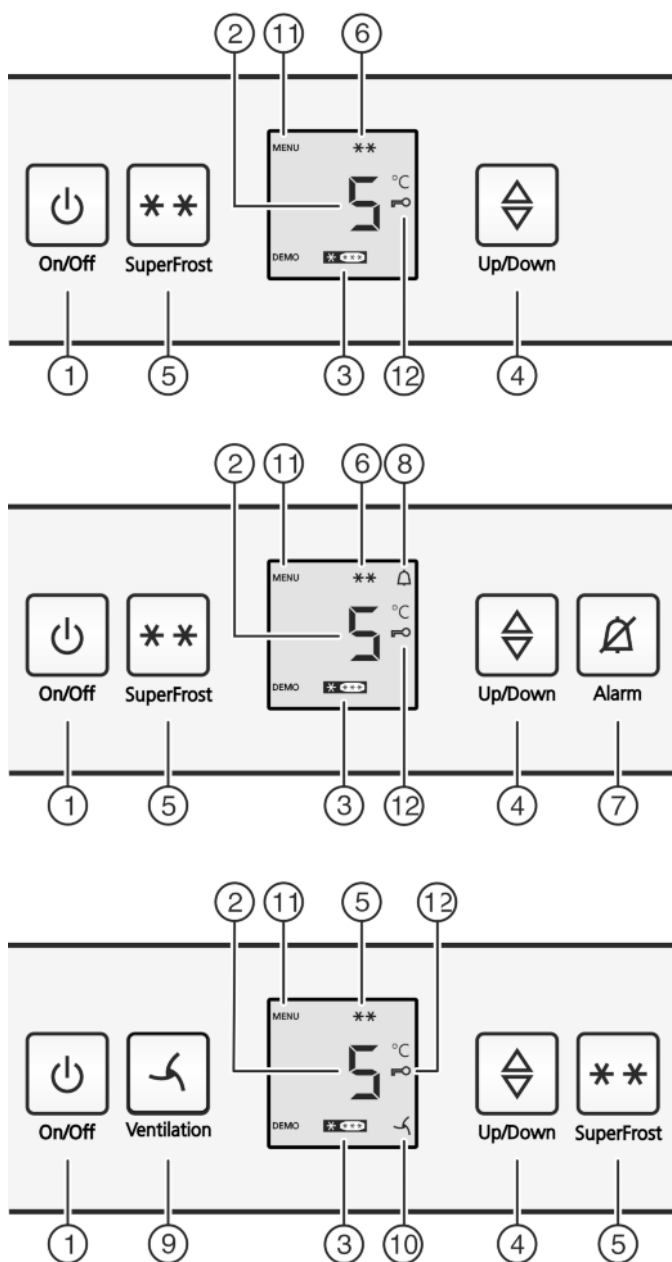

Fig. 2
- ▶ Нажать кнопку On/Off Fig. 2 (1).
- ▶ Активация режима настройки: Нажмите кнопку SuperFrost Fig. 2 (5) и удерживайте ее прим. 5 секунд.
- ▷ На индикаторе будет отображаться символ «Меню» Fig. 2 (11).
- ▶ Для подтверждения нажать и отпустить кнопку «SuperFrost» Fig. 2 (5).
- ▷ На индикаторе горит символ «Защита от детей» Fig. 2 (12).
- ▶ нажмите и отпустите кнопку "On/Off" Fig. 2 (1).
- ▷ Символ «Защита от детей» Fig. 2 (12) гаснет.
- ▷ Функция защиты от детей выключена. Если необходимо выйти из режима настройки: ▶ нажмите и отпустите кнопку "On/Off" Fig. 2 (1).
- ▶ Нажмите кнопку Alarm Fig. 2 (7).
Одновременно мигает индикация температуры и символ тревоги Fig. 2 (8).
Звуковой сигнал выключается автоматически, символ аварийного сигнала Fig. 2 (8) выключается и индикатор температуры перестает мигать, если температура снова становится достаточно низкой.